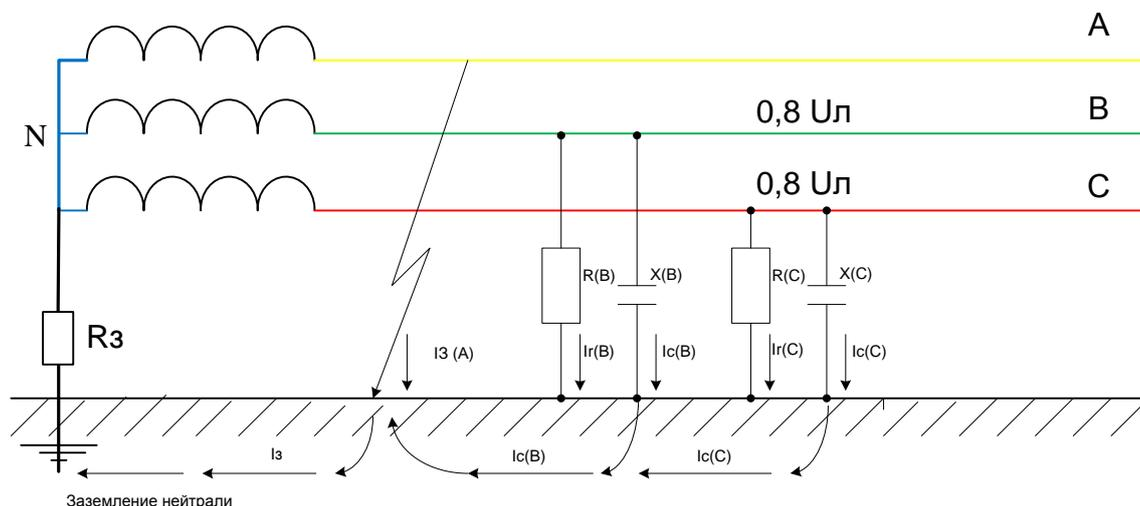

Рисунок 1.4. Трёхфазная сеть с эффективно- заземлённой нейтралью
*Электрическая сеть с эффективно заземленной нейтралью* - трехфазная электрическая сеть напряжением выше 110 кВ, в которой коэффициент замыкания на землю не превышает 1,4 (рис.1.4)
При замыкании одной фазы на землю, образуется короткозамкнутый контур через землю и нейтраль источника с малым сопротивлением к которому приложена ЭДС фазы (рис.1.4). Возникает режим короткого замыкания, сопровождающийся протеканиями больших токов (более 500А)